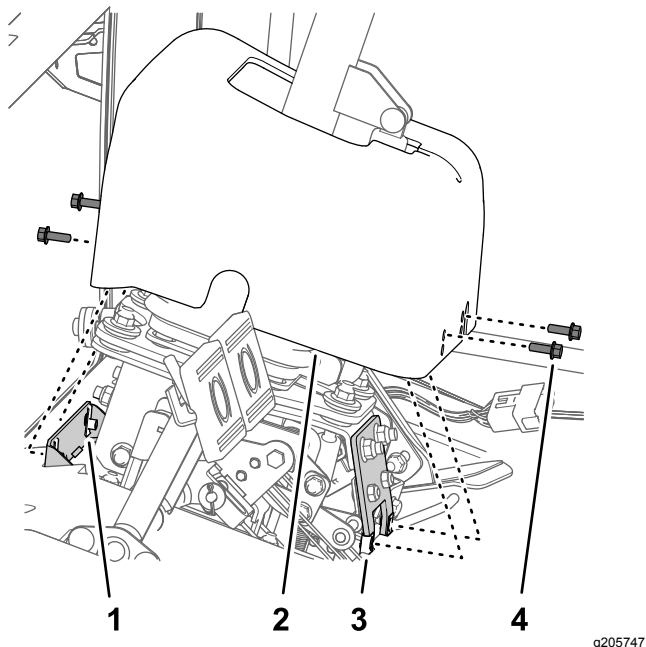

Figura 17
1. Retire los 4 pernos con arandela prensada ($\frac{1}{4}$ " x $\frac{3}{4}$ ") que sujetan la cubierta de la columna de dirección al soporte de la cubierta y al soporte de la columna (Figura 17).
5. Monte la cubierta de la columna de dirección sobre la válvula de dirección, el soporte de la cubierta y el soporte de la columna con los 4 pernos con arandela prensada ($\frac{1}{4}$ " x $\frac{3}{4}$ ") que retiró en el paso 1 de (página); consulte Figura 17.